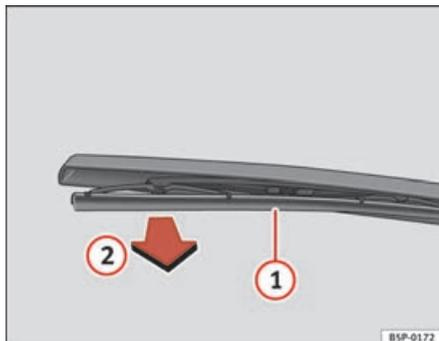

Fig. 172 Remplacement du balai d'essuie-glace arrière
⇒ fig. 172.
- Déboîtez le balai ① et tirez dessus ② ⇒ fig. 172.